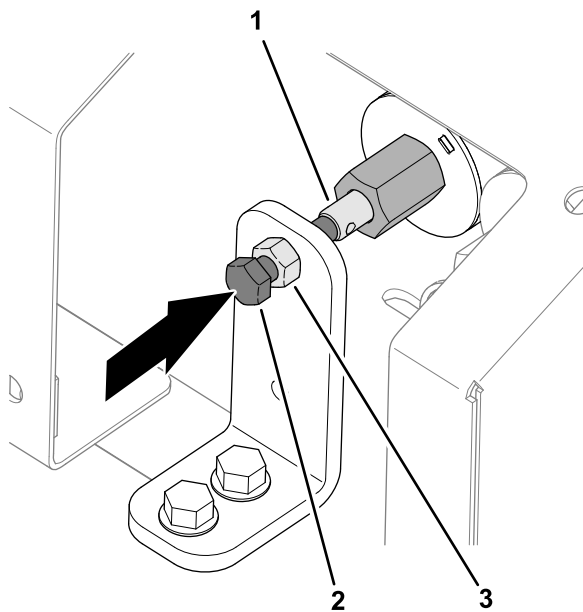

Figure 30
1. Desserrez l'écrou de blocage sur le support de commande manuelle (Figure 30).
2. Tournez la vis à tête hexagonale de la vanne dans le sens horaire pour accroître la vitesse de la bande (Figure 30).